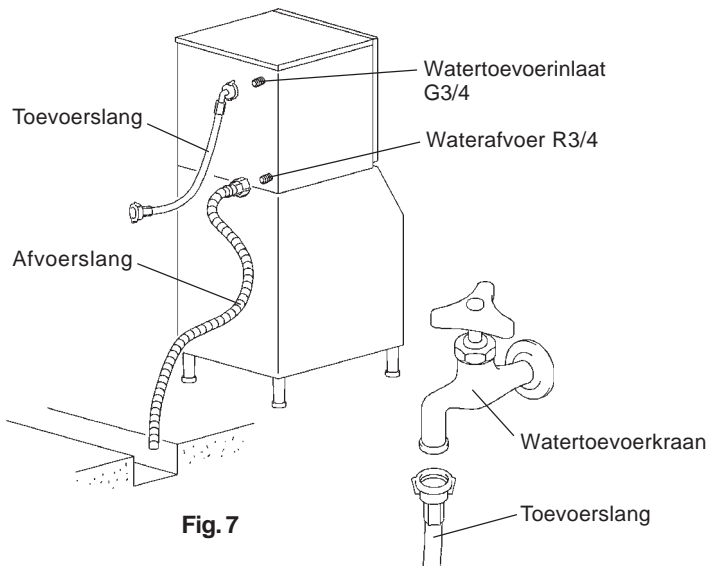

Fig. 7
- 1) Bevestig het gebogen uiteinde van de witte buigzame toevoerbuiss (accessoire) aan de G3/4 aansluiting aan de achterkant van de ijsmachine zoals aangegeven. Zorg er daarbij voor dat de rubber afdichtingsring goed is aangebracht. (Fig. 7.)